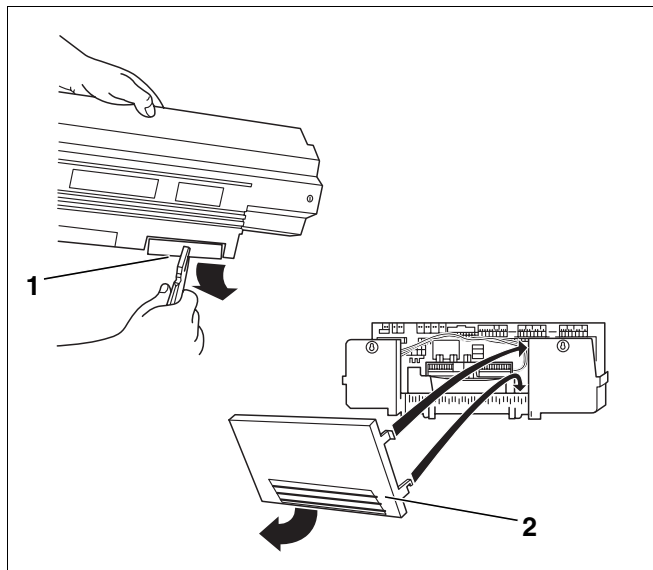

Рис. 44 Подготовка кабельного прохода
- При необходимости выломать заглушки (рис. 44, **поз. 1**) в задней стенке кабельного канала (Logamatic 33..) или снять часть задней стенки (Logamatic 43..) (рис. 44, **поз. 2**).
- Вставить нижние крюки задней стенки (Logamatic 43..) в рамку и нажать на нее сверху до фиксирования боковых крюков (рис. 44, поз. 2).